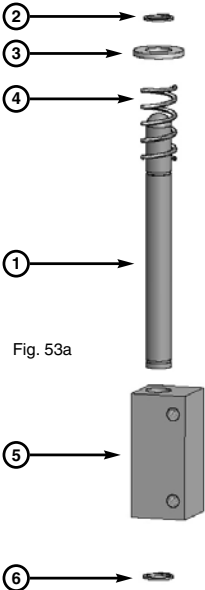

Fig. 53a
Assemblaggio complessivo dispositivo di sgancio anta semifissa (Fig. 53a, b)
Montare il seeger 8mm (Fig. 53a, part. 2) nella sede opportuna sul Perno dispositivo sgancio semifissa (Fig. 53a, part. 1).
- una o più rondelle 8mm per ottenere il precarico voluto (Fig. 53a, part. 3)
- la Molla semifissa (Fig. 53a, part. 4)
- il Corpo dispositivo sgancio semifissa (Fig. 53a, part. 5)
Chiudere il tutto con il seeger 8mm (Fig. 53a, part. 6) nella sede opportuna.
⚠ ATTENZIONE: È possibile variare la forza di ritenuta dell'anta semifissa esclusivamente aggiungendo una o più rondelle (Fig. 53a, part. 3).
ATTENZIONE: Prestare particolare cura alla regolazione del dispositivo in quanto un eventuale errore ne può pregiudicare il corretto funzionamento. Non utilizzare le asole per variare il precarico della molla, a tal scopo agire esclusivamente al momento dell'assemblaggio del dispositivo (Fig. 53a, b).
⚠ ATTENZIONE: Prestare particolare cura alla regolazione del dispositivo in quanto un eventuale errore ne può pregiudicare il corretto funzionamento. Non utilizzare le asole per variare il precarico della molla, a tal scopo agire esclusivamente al momento dell'assemblaggio del dispositivo (Fig. 53a, b).